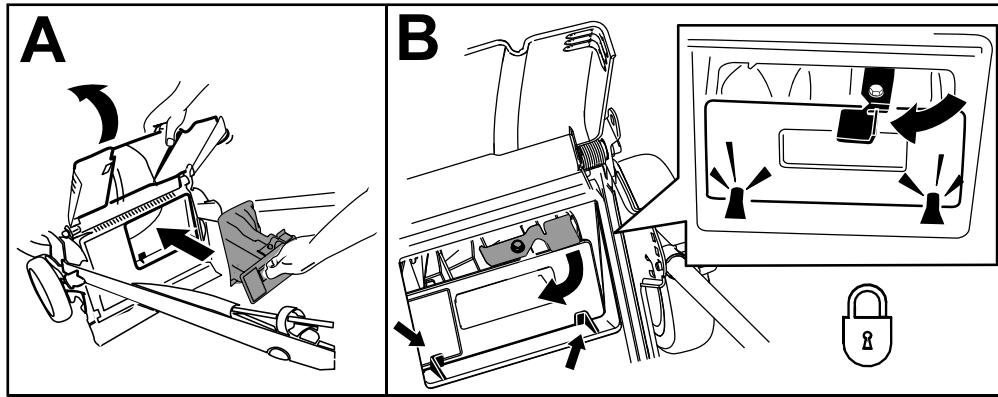

Figura 19
**Importante:** Asegúrese de que el tapón trasero está bloqueado en su sitio. Para bloquear el tapón: levante el deflector trasero (Figura 19), introduzca el tapón y presione firmemente hasta que encaje detrás de las pestañas, y gire la palanca del tapón a la izquierda (Figura 19).